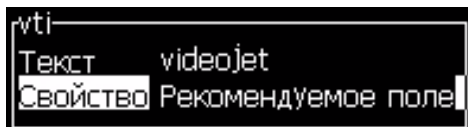

Рисунок 5-26: Атрибут-добавление изменяемого поля
- 4 Нажмите кнопку “*Enter*” (ввод) для открытия диалогового окна конфигурации текстовых пользовательских полей (Рисунок 5-26).